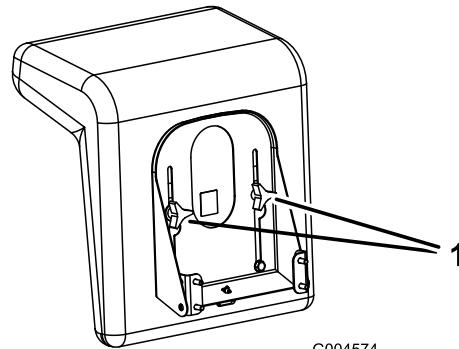

Figure 9
1. Soulevez le siège et desserrez le bouton de réglage (Figure 9).